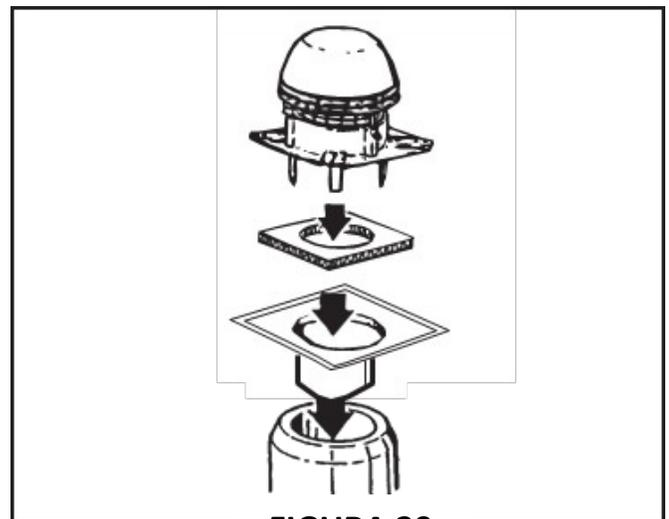

FIGURA 29
7. El ventilador de la chimenea está ahora listo para su instalación en la parte superior de la chimenea. Coloque la placa de fibra con el papel de aluminio hacia arriba en la parte superior del MFD y coloque el ventilador encima de la placa. Se puede aplicar silicona de alta temperatura en el lado de la placa, pero no es obligatorio. También se puede pintar. Utilice los agujeros de montaje de la base del ventilador como plantilla para hacer un agujero de montaje en cada esquina. Utilice tornillos y tuercas de seguridad para fijar el ventilador al MFD. (**Figura 29**)